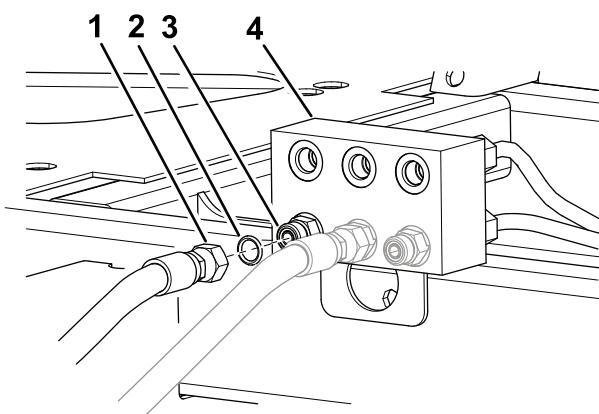

Figura 7
- Mettete una bacinella di spurgo sotto il collettore di giunzione (Figura 7).
- Scollegate il flessibile idraulico dal raccordo sinistro inferiore sul collettore di giunzione (Figura 7).